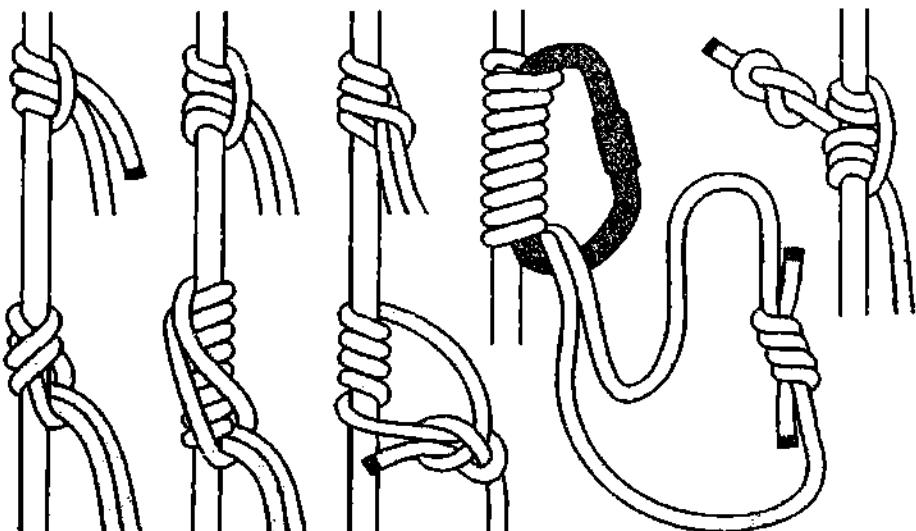

Рис. 665. Схватывающие узлы.
**Схватывающие узлы** – это передвижные затягивающиеся узлы, применяемые в основном в альпинизме для фиксации страховочного репшнуря (более тонкой верёвки) на основной (более толстой) верёвке (рис. 665). Тяга у схватывающих узлов направлена под углом к опоре, на которой они вяжутся. Схватывающий узел, будучи ослабленным, легко передвигается вдоль опоры (основной верёвки), но после приложения нагрузки тотчас затягивается и стопорится на месте. Некоторые схватывающие узлы хорошо держат на мокрой и даже на обледенелой верёвке.